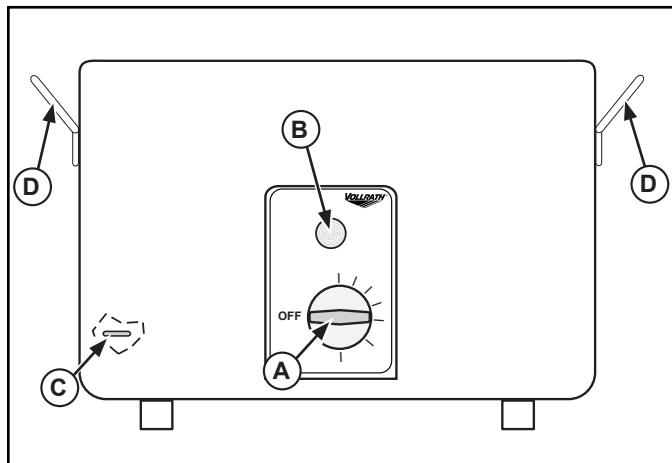

Figure 1. Caractéristiques et commandes
1. Remplissez le compartiment d'eau fraîche et claire jusqu'au repère de niveau correct (C). Le niveau correct correspond à 5 tasses d'eau environ. Ne remplissez pas trop. Voir la figure 1.